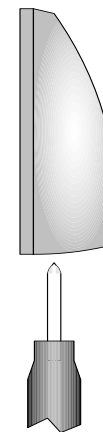

Рис. 6.1
10. Установите переднюю крышку на место и закрепите ее винтом, см. рис. 6.1.
1. Ослабьте винт в нижней части корпуса устройства, см. рис. 6.1.